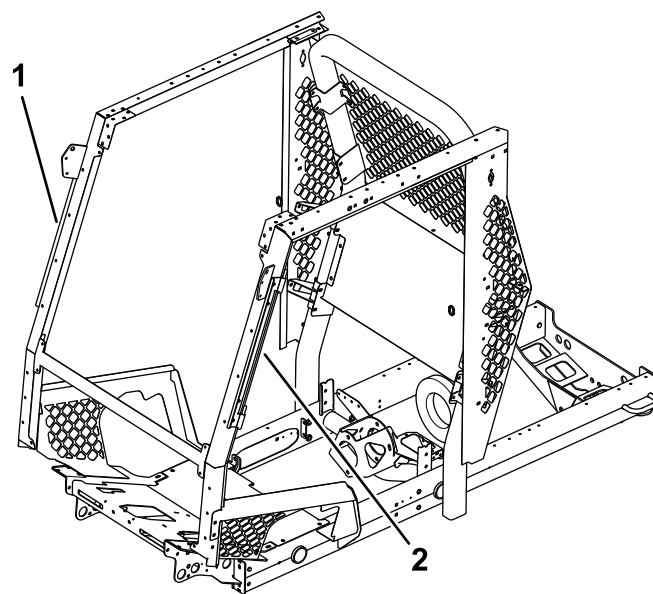
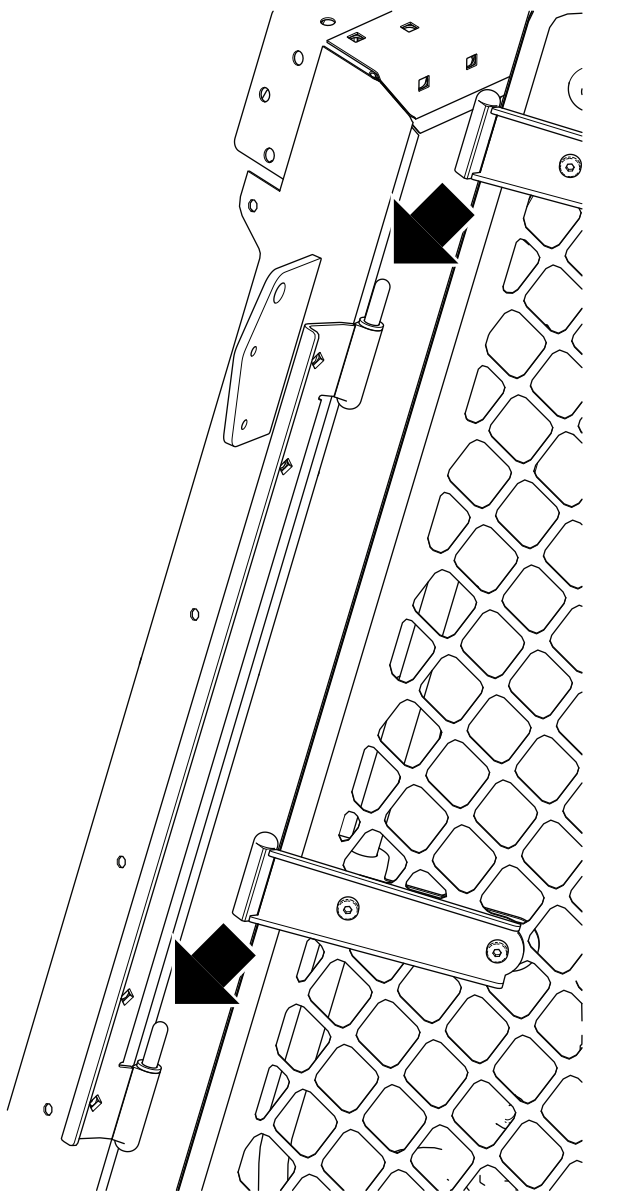

Рисунок 4
Рисунок 6
7. Используйте винты с полукруглыми головками ($\frac{5}{16} \times \frac{3}{4}$ дюйма) и фланцевые гайки ($\frac{5}{16}$ дюйма), чтобы установить монтажный узел левой двери и монтажный узел правой двери (Рисунок 4 и Рисунок 6).
9. Установите каждую дверь, надев петли на оси петель (Рисунок 6).